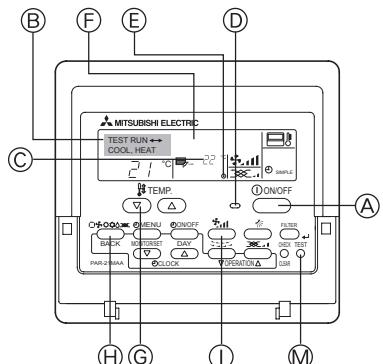

Fig. 6-1
6.2.1. Με ενσύρματο τηλεχειριστήριο (Fig. 6-1)
- ① Τροφοδοτήστε με ρεύμα τη μονάδα τουλάχιστον 12 ώρες πριν τη δοκιμαστική λειτουργία.
- ② Πατήστε δύο φορές το κουμπί [TEST] (ΔΟΚΙΜΗ). → "TEST RUN" (ΔΟΚΙΜΗ) οδόνη υγρών κρυστάλλων
- ③ Πατήστε το κουμπί επιλογής τρόπου λειτουργίας [Mode selection] (Επιλογή τρόπου λειτουργίας). → Βεβαιωθείτε ότι ο αέρας φυσά προς τα έξω.
- ④ Πατήστε το κουμπί επιλογής τρόπου λειτουργίας [Mode selection] (Επιλογή τρόπου λειτουργίας) και επιλέξτε τη λειτουργία ψύξης (ή θέρμανσης). → Βεβαιωθείτε ότι ωφελούσας ψυχρός (ή θερμός) αέρας φυσά προς τα έξω.
- ⑤ Πατήστε το κουμπί ταχύτητας αέρα [Fan speed] (Ταχύτητα αέρα). → Βεβαιωθείτε ότι η ταχύτητα του αέρα είναι ενεργοποιημένη.
- ⑥ Ελέγχετε τη λειτουργία του ανεμιστήρα της εξωτερικής μονάδας.
- ⑦ Σταματήστε τη δοκιμαστική λειτουργία πατώντας το κουμπί λειτουργίας [ON/OFF] (ΛΕΙΤΟΥΡΓΙΑ/ΣΤΟΠ) button. → Διακοπή
- ⑧ Καταχώρηση αριθμού τηλεφώνου.